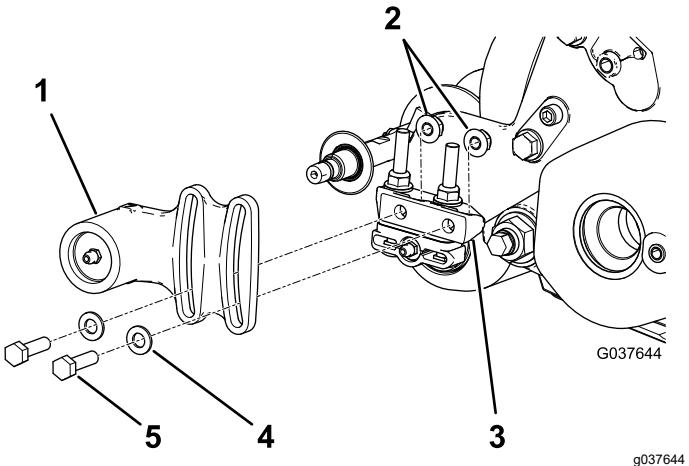
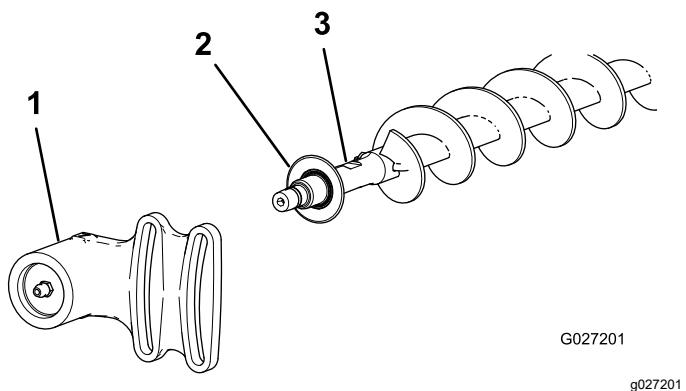

Figura 20
Figura 21
1. Se sull'apparato di taglio è installata una spazzola per rulli, togliete i 2 bulloni, le rondelle e i dadi che fissano l'alloggiamento del cuscinetto secondario alla staffa di montaggio dell'alloggiamento del cuscinetto (Figura 20 e Figura 21).
2. Fate scorrere l'alloggiamento del cuscinetto secondario e la guarnizione fino a estrarre dall'albero della spazzola (Figura 21).
9. Installate la guarnizione e l'alloggiamento del cuscinetto secondario sull'albero della spazzola (Figura 21).